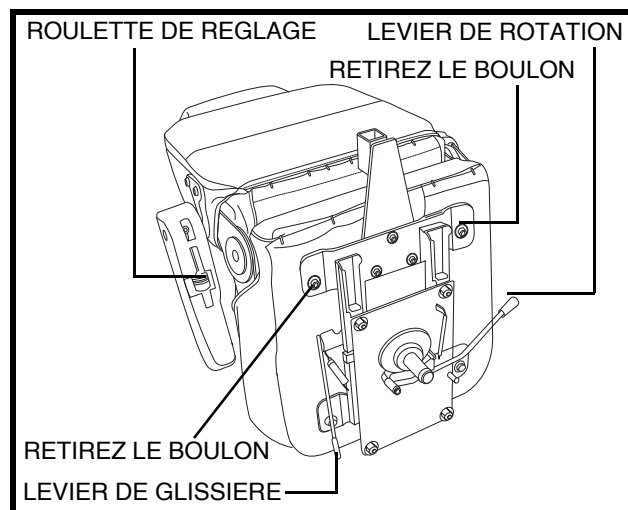

Figure 18. Réglages du siège
1. Poussez le levier vers l'avant pour débloquer le siège. **Voir la figure 18.**
1. Tirez le levier vers l'extérieur. **Voir la figure 18.**
L'inclinaison des accoudoirs peut être réglée. **Voir la figure 18.** Élevez ou abaissez l'inclinaison des accoudoirs en tournant la roulette de réglage sous l'accoudoir.
Voir la figure 18.